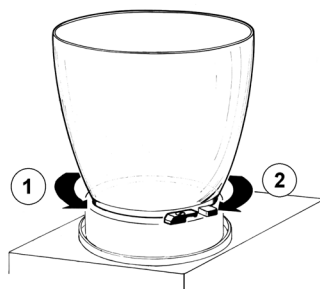

Bild 2
- 4** Entfernen Sie den Behälter, indem Sie ihn (1) entgegen dem Uhrzeigersinn drehen (siehe Abbildung 2).
2 Montieren Sie die Dichtung in ihren Sitz auf dem Behälter. Montieren Sie den Behälter, indem Sie ihn im Uhrzeigersinn (2) drehen. Feuchten Sie die Dichtung mit Wasser an, um diesen Vorgang zu erleichtern (siehe Abbildung 2).